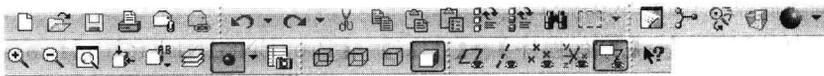

图 1-5 常用工具栏
(3) 常用工具栏。常用工具栏位于主菜单栏的下方,如图 1-5 所示。它以图标的形式直